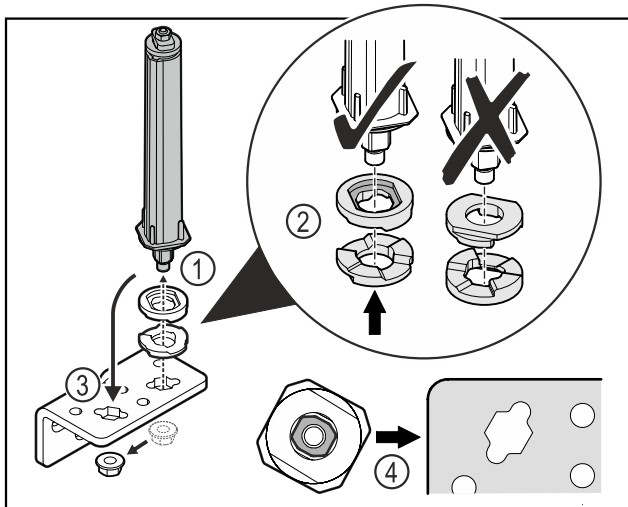

Fig. 47
- ▶ Povolte matici a odstraňte uzavírací systém dveří Fig. 47 (1).
- ▶ Dbejte na správné vyrovnaní výškově stavitelných podložek Fig. 47 (2).
- ▶ Přesaďte uzavírací systém dveří v úhelníku závěsu a upevněte jej maticí Fig. 47 (3).
- ▶ Při nasazování dbejte na správné vyrovnaní uzavíracího systému dveří Fig. 47 (4).